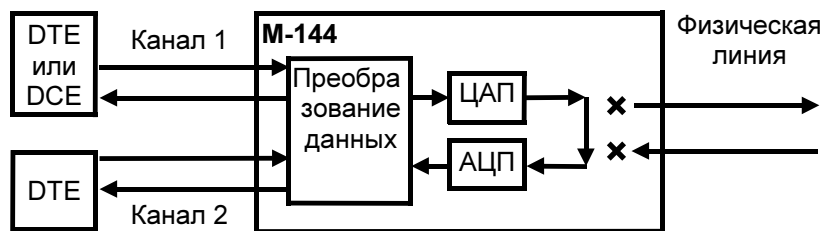

Рис. 18. Проверка в режиме AL- «Аналоговый шлейф»
Тестовый режим «Аналоговый шлейф» (Analog Loopback) обеспечивает возможность автономной проверки модема (интерфейс с физической линией проверяется не полностью) и интерфейсов с DTE/DCE. Работа модема в режиме аналоговый шлейф показана на Рис. 18. Данные, поступающие в модем от порта 1 (УПИ-2) и порта 2 проходят через основные узлы модема, преобразовываются в аналоговую форму (такую же, как и в рабочем режиме) и возвращаются обратно в оконечное оборудование (DTE/DCE). На время проверки модем отключается от физической линии. В асинхронном режиме данные возвращаются в DTE/DCE с учетом параметров управления потоком данных **Port1(2) Flow Control** (см. стр. 42).